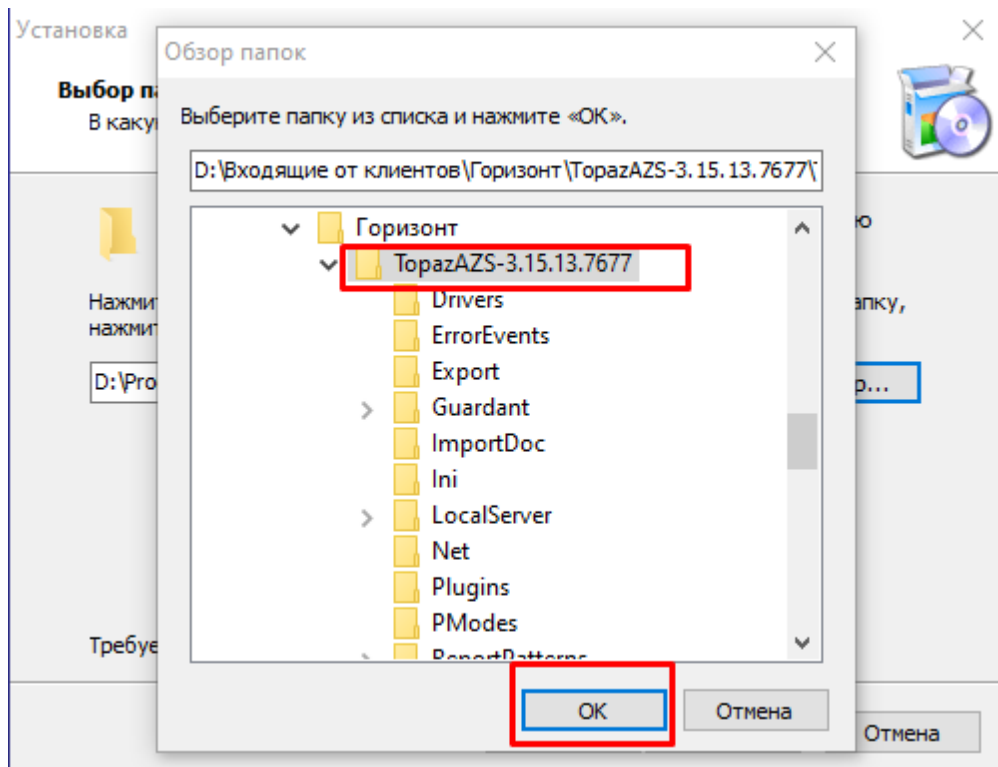

Рисунок 8.
7. В появившемся окне укажите папку с уже установленным ПО Топаз-АЗС и нажмите кнопку "ОК" (рисунок 8);